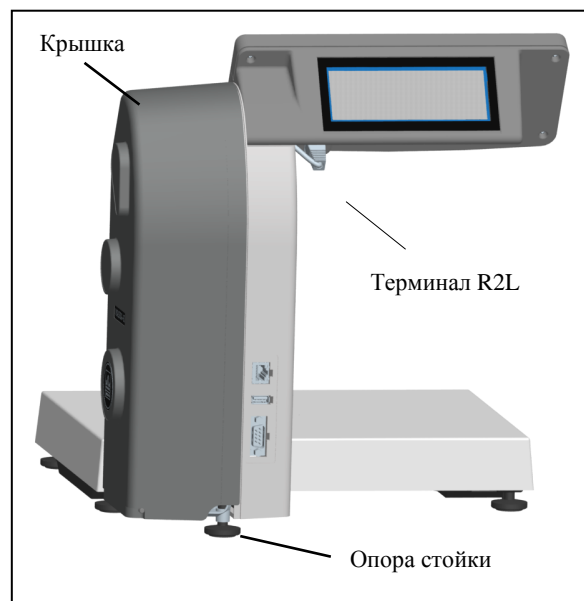

Рис. 3.3 - Весы МК_RL10-1,
3.6 Установить весы на твердой, ровной поверхности, неподверженной вибрациям (на столе). Ввернуть полностью опору стойки (см. Рис. 3.3).